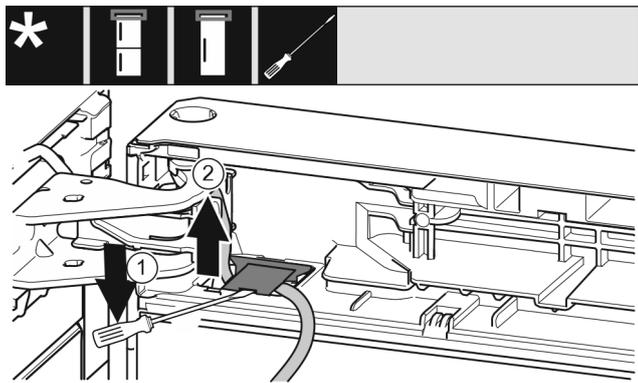

Fig. 19
- ▶ Utilice el destornillador plano para levantar la cubierta y sacarla. Fig. 19 (1)
- ▶ Extraiga el cable. Fig. 19 (2)